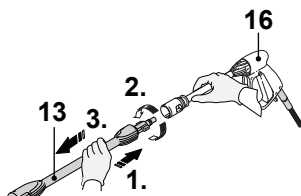

Fig. 25
9. Pressione a lança de extensão (13) m direção à pistola de pulverização (16) e rode-a no sentido inverso ao dos ponteiros do relógio para a remover (Fig. 25).